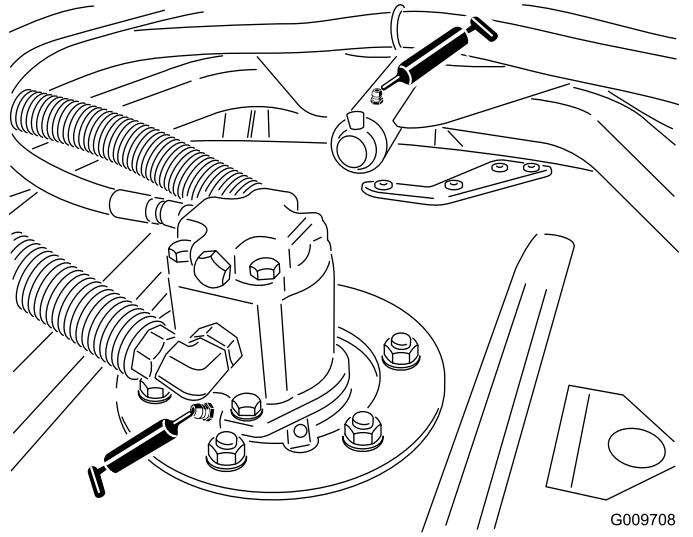

Figura 23
- Cojinetes de los ejes de las unidades de corte (1Figura 23 por unidad de corte) () .
- Casquillos de los brazos de las unidades de corte (1 por unidad de corte) (Figura 23).